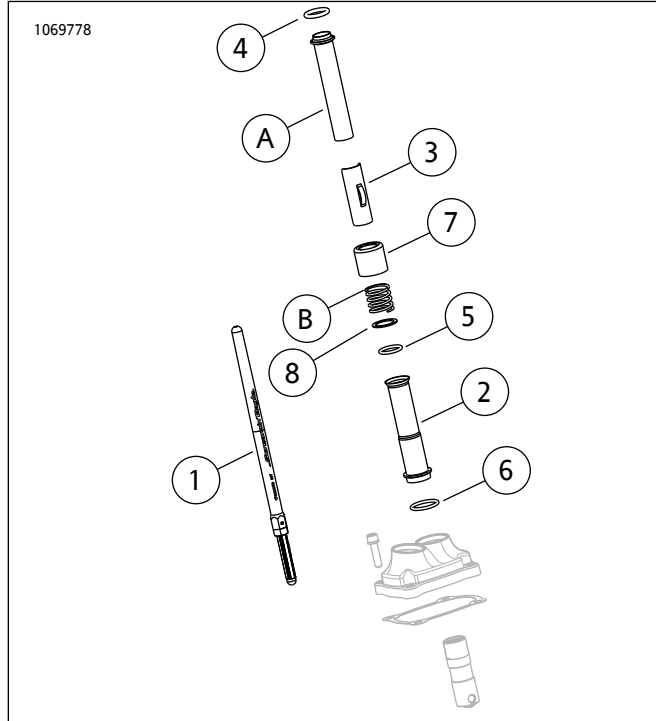
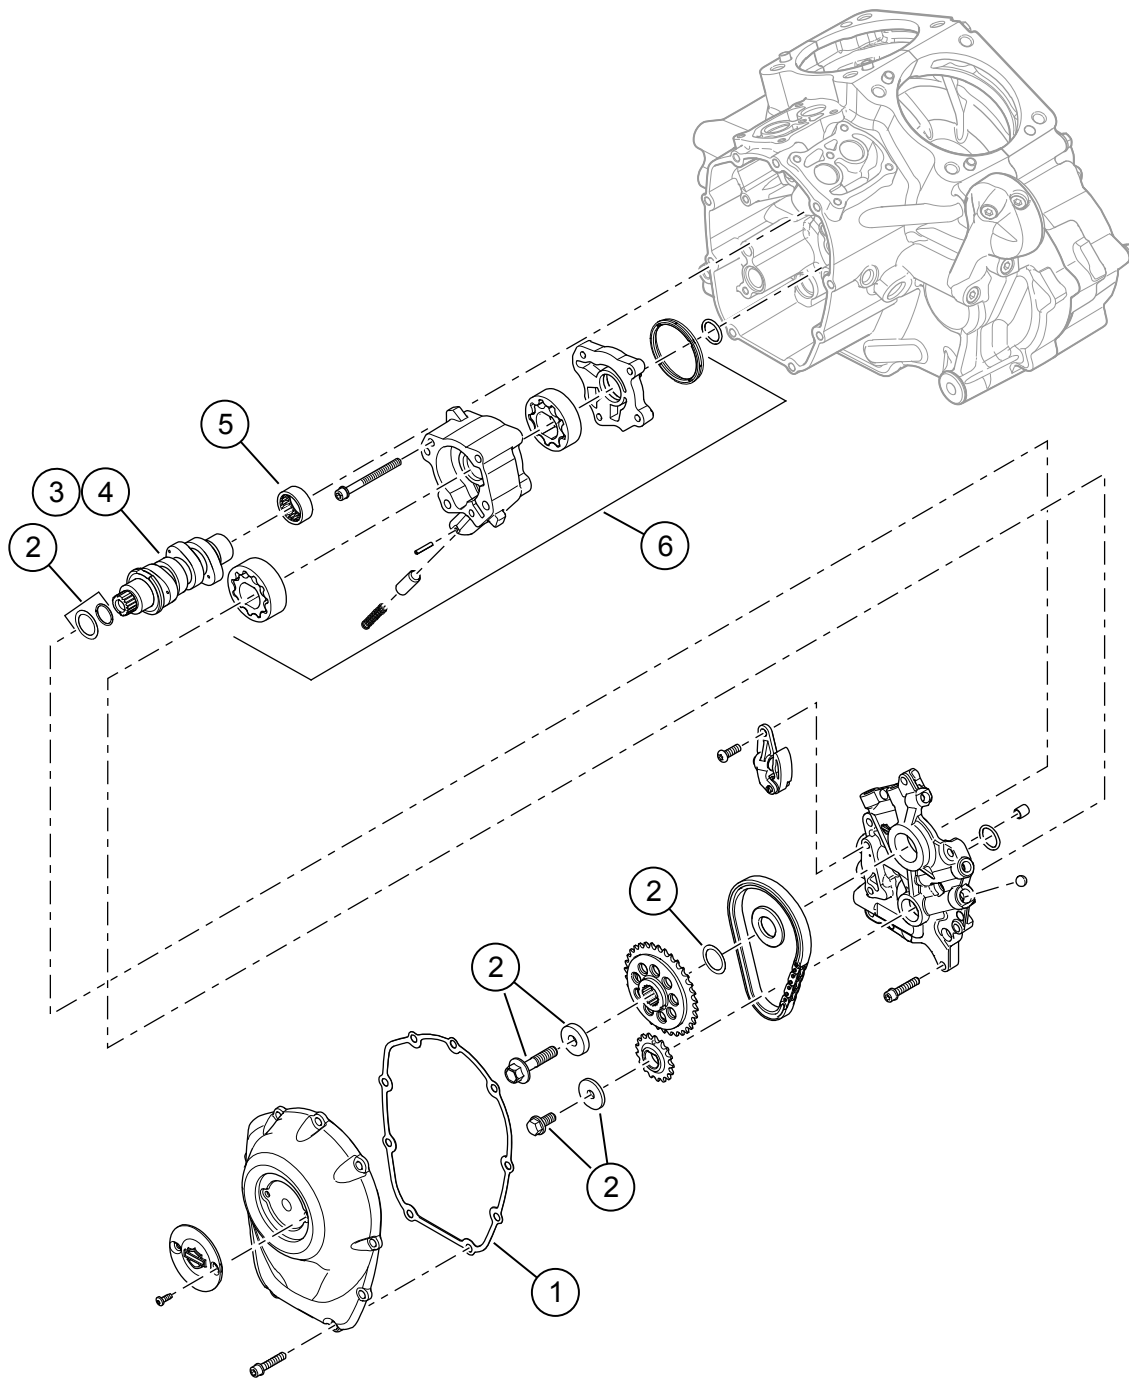

图3。维修零件
图4。维修零件：Screamin' Eagle Milwaukee-eight Stage 2套件
参见图3至图4以及表2至表3。
1. 图4安装油泵。参阅维修手册中的“发动机”部分。